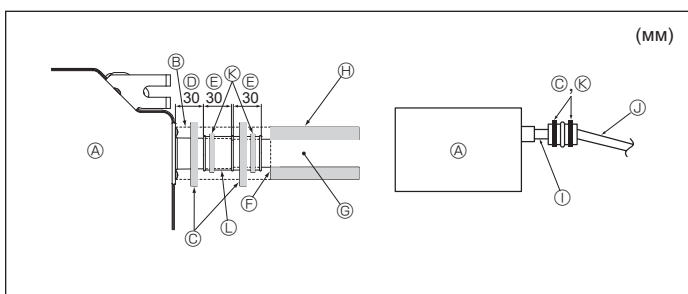

Fig. 3-2
1. Подсоедините дренажное гнездо (в комплекте поставки) к дренажному отверстию. (Fig. 3-2)